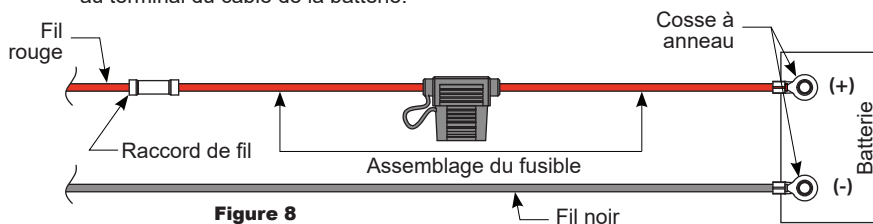

Figure 8
3. Insérez un bout du fil de l'assemblage du fusible dans le raccord de fil (inclus) et sertir. Insérez le fil rouge du cordon d'alimentation dans l'autre bout du raccord de fil et sertir. Assurez-vous que l'assemblage du fusible est placé à l'extérieur des endroits dangereux et est situé le plus près possible de la batterie (voir figure 8).
5. Brancher le fil rouge/assemblage du fusible sur le côté positif de la batterie (voir figure 8) et brancher le fil noir du cordon d'alimentation sur le côté négatif de la batterie.